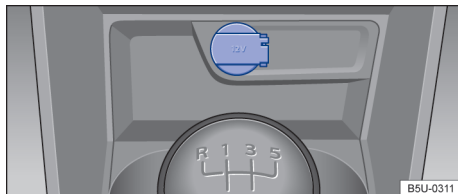

Fig. 121 No console central dianteiro: tomada 12 V. ▶
- No console central dianteiro → Fig. 121.